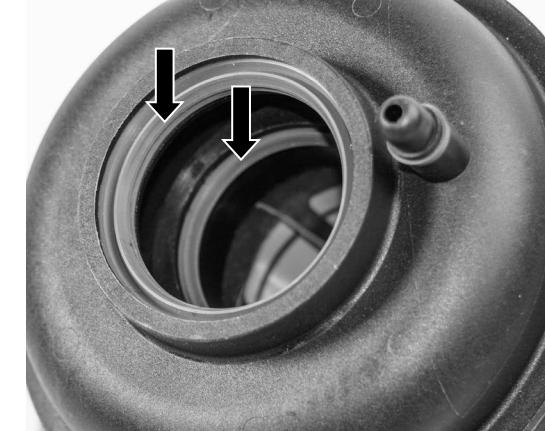

Abb. 4/Fig. 4/Puc. 4/图4
- Beide Dichtungsringe im Innern des Filters einfetten (Abb. 4).
- Den Filter (1) mit Deckel (2) in das Filtergehäuse einsetzen und festschrauben.
- Grease both sealing rings inside the filter (Fig. 4).
- Insert the filter (1) with lid (2) into the filter housing and screw tight.
- Graisser les deux joints circulaires à l'intérieur du filtre (Fig. 4).
- Mettre en place et visser le filtre (1) avec le couvercle (2) dans le boîtier de filtre.
- Смажьте оба уплотнительных кольца внутри фильтра (Рис. 4).
- Вставьте фильтр (1) с крышкой (2) в корпус фильтра и затяните.
- Lubricar ambos anillos de junta en el interior del filtro (Fig. 4).
- Introducir el filtro (1) con la tapa (2) en el cárter del filtro y atornillar.
- 为滤清器内的两个密封圈涂抹润滑脂 (图 4)。
- 将滤清器 (1) 及盖子 (2) 装入滤清器机壳中并拧紧。